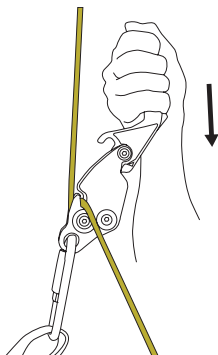

Fig. 3A
6. Inicie el descenso usando el **Smartline X** fig. 3A.